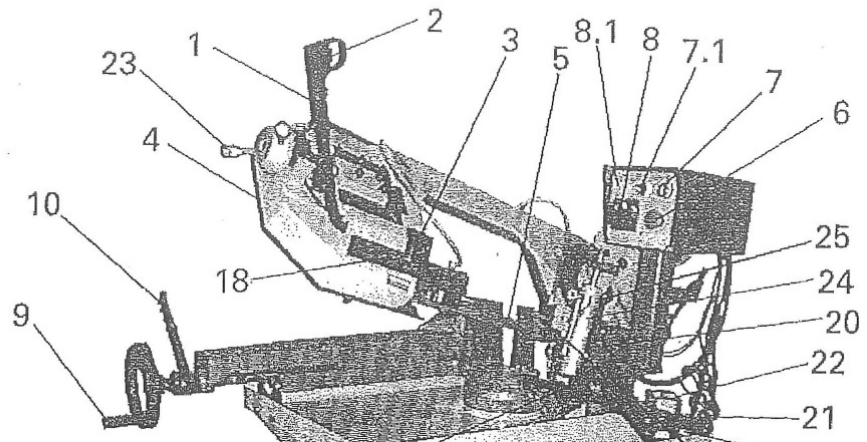

FIG. 2 — Componentes principales
Marque la posición de los agujeros de fijación de la base (16, FIG. 2), levante la máquina apoyándola sobre un lateral, taladre el suelo, coloque tacos con rosca o varillas selladas con cemento y fije la base con tornillos M8. Compruebe con un nivel que la máquina queda asentada. Si la máquina se instala sin su base, debe fijarse por los dos agujeros previstos a una estructura capaz de soportar el peso y los desequilibrios de la máquina en funcionamiento.
- 1) Inserte la barra de tope roscada en su alojamiento (14, FIG. 2) y bloquéela.
Llene el depósito situado en el interior de la base, a través de la boca de llenado (13, FIG. 2), con una emulsión de agua y aceite soluble de corte diluida según las indicaciones del fabricante del refrigerante, con un contenido de aceite no inferior al 8-10 %. Compruebe que el caudal que llega a la zona de corte es suficiente para mantener la cinta lubricada.